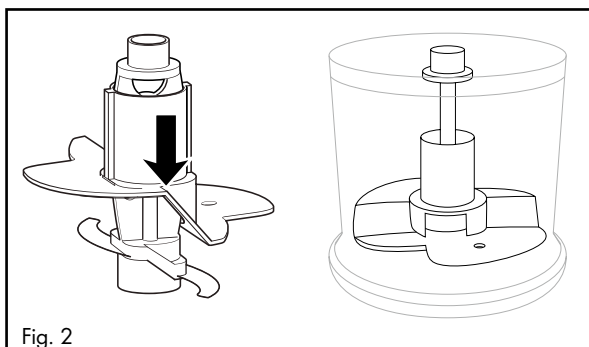

Fig. 2
- Per 100 ml di panna infilarlo sul portalame **5** in modo tale che il disco emulgatore **6** poggi su entrambe le lame **7** e si innesti in posizione (fig. 2):